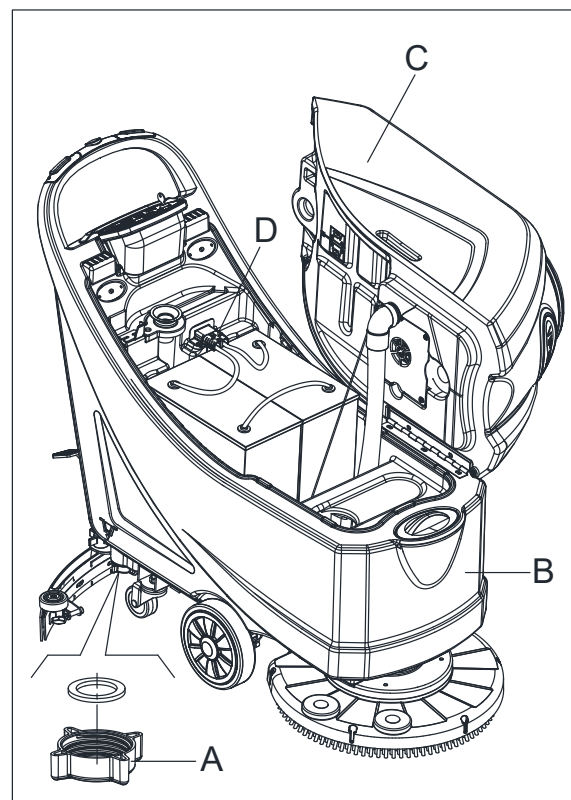

Figura 13
7. Golirea rezervoarului de soluție cu ajutorul furtunului (A, Figura 13). După executarea lucrării, clătiți rezervoarul cu apă curată.
2. Goliți rezervoarele (B și C, Figura 13) cum se arată în paragrafele anterioare.